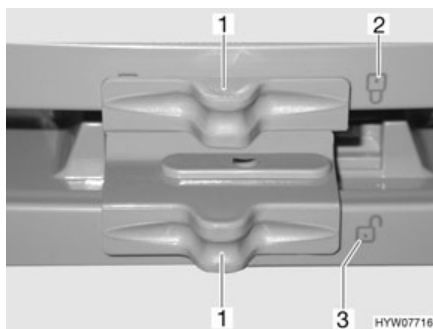

Fig. 219 Verrouillage de la porte du réfrigérateur/du compartiment congélation (Dometic Série 7 avec compartiment congélation séparé)
- Pousser le verrouillage (Fig. 219,1) de côté de telle sorte que le verrou ouvert "🔓" (Fig. 219,3) soit visible.
- Pousser le verrouillage (Fig. 219,1) de côté de telle sorte que le verrou fermé "🔒" (Fig. 219,2) soit visible.